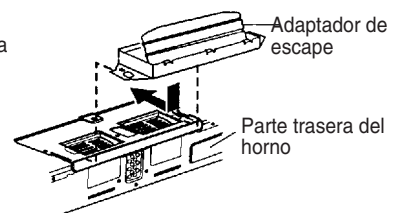

Figura 22
8. Fije el adaptador de escape a la placa del ventilador al deslizarlo en la guía. Consulte la Figura 22.